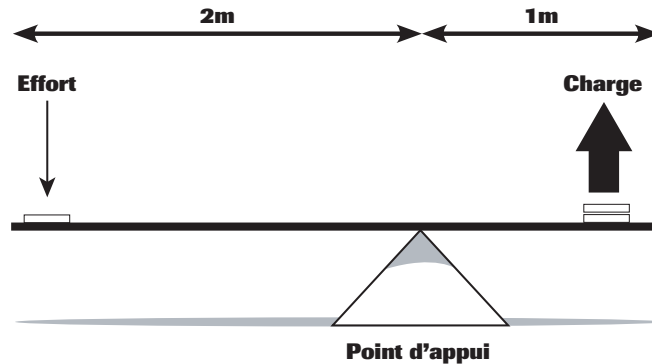

Fig. 2
- Selon le diagramme suivant (fig. 2) illustrant un levier de classe 1, la distance entre l'endroit où l'effort est appliqué et le point d'appui est deux fois plus grande que celle entre point d'appui et la résistance (charge). Afin de soulever la charge, il faut appliquer un effort égal à la moitié du poids de la charge. Selon le même raisonnement, la distance entre l'endroit où l'effort est appliqué et le point d'appui est trois fois plus grande que celle entre point d'appui et la résistance (charge), l'effort requis sera équivalent au tiers du poids de la charge à soulever.